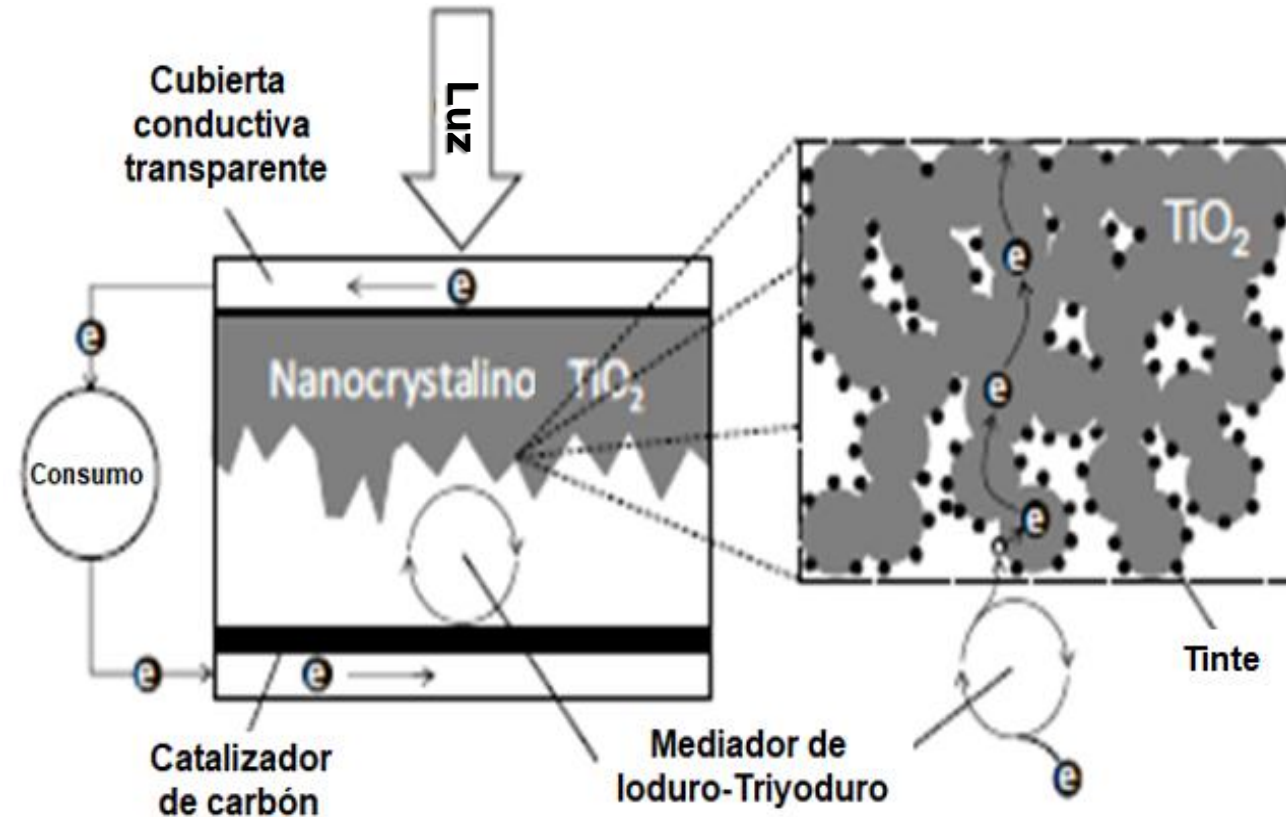

Figura 3. Estructura de una celda solar con tinte fotosensible.
- Las celdas solares con tintes fotosensibles (“DSC”) consisten en una capa semiconductor nanoestructurada cubierta con moléculas de tinte orgánico. La nanoestructura entra en contacto cercano con una solución electrolítica que contiene un mediador de yoduro-triyoduro (Figura 3).